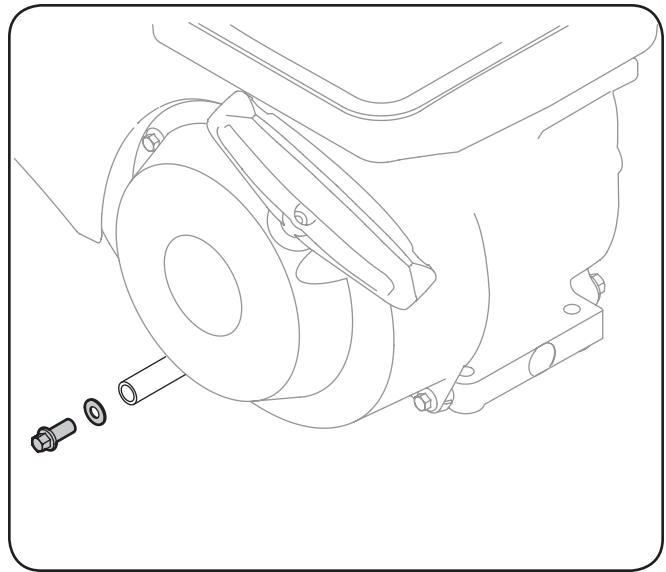

Figura 6-3
5. Saque el tapón de drenaje del aceite. Consulte la Figura 6-3.